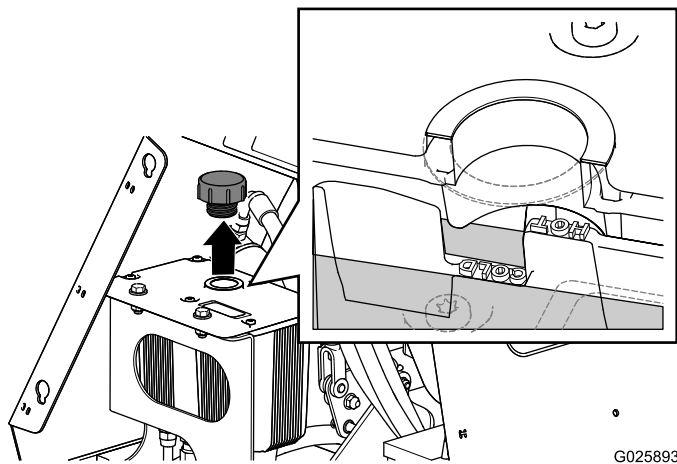

Figure 54
5. Nettoyez la surface autour du bouchon du réservoir hydraulique (Figure 54).
6. Enlevez le bouchon et contrôlez le niveau d'huile hydraulique dans le réservoir (Figure 54).
7. Au besoin, faites l'appoint d'huile hydraulique spécifiée jusqu'à ce que l'huile couvre le repère **COLD** sur la chicane (Figure 54).
8. Remettez le bouchon du réservoir hydraulique et serrez-le bien à la main (Figure 54).